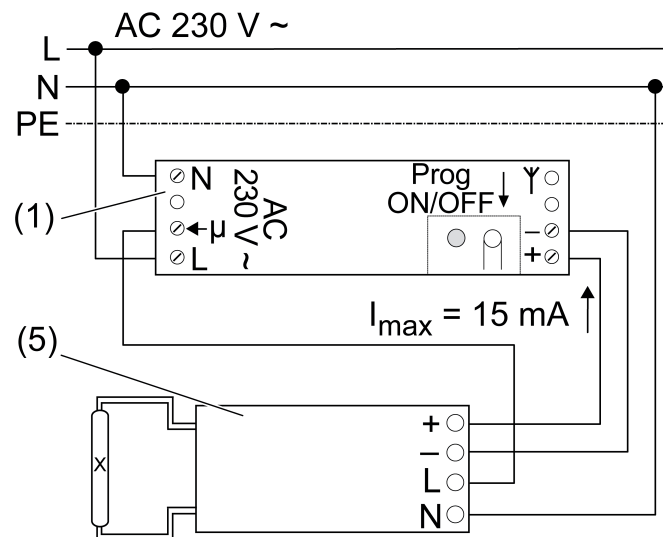

Bild 3
- Steuereinheit (1) und Lampen-Betriebsgerät (5) gemäß Anschlussplan anschließen (Bild 3).